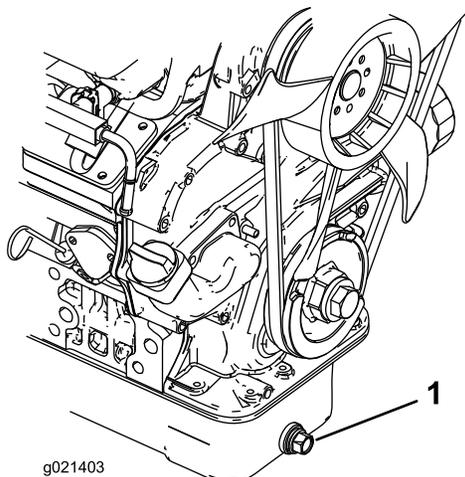

Figure 46
1. Retirez le bouchon de vidange (Figure 46) et laissez couler l'huile dans un bac de vidange. Remettez le bouchon quand la vidange est terminée.